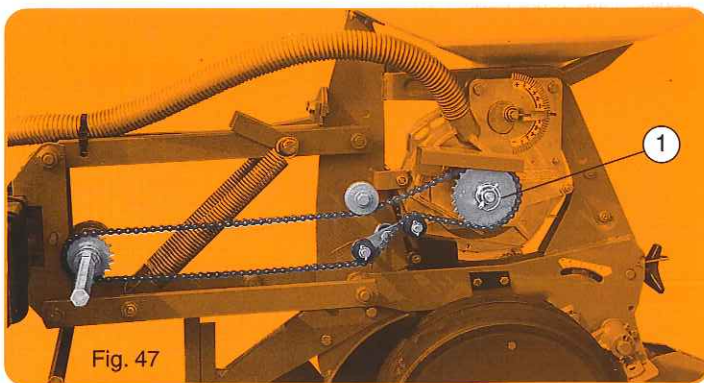

Fig. 47
Le montage de la chaîne d'entraînement s'effectue suivant la fig. 47.
The few options mentioned below refer only to models adapted to specific conditions or uses. The drive chain is mounted as per fig. 47.
El montaje de la cadena de arrastre se efectúa según fig. 47. El desembrague individual de un elemento se hace quitando el pasador ① (o desconectando el tubo de aspiración).
Il montaggio della catena si effettua secondo la fig. 47.